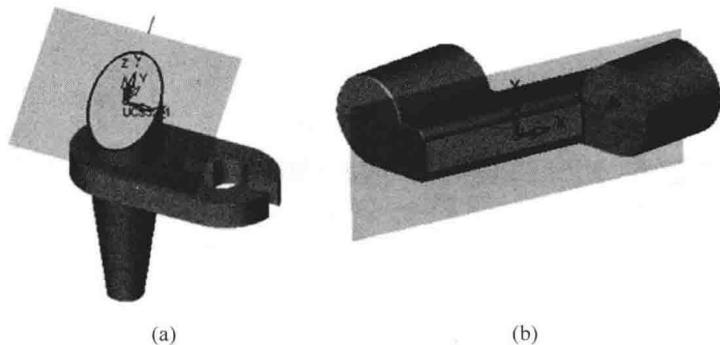

图 1-4 建草绘平面
(2) 点选“草图编辑器”工具条上“草图”按钮 ，系统会要求选择一平面，在此选 XOY 平面，进入草图界面。
① 当未定义基准平面时，直接点选工具条上“草图”按钮 ，则以默认平面(基准 XOY 平面)进入草图界面，如图 1-4(a)所示。
② 当图面上已有实体平面存在时，点选工具条上“草图”按钮 ，此时可选实体上一平面，如图 1-4(b)所示。